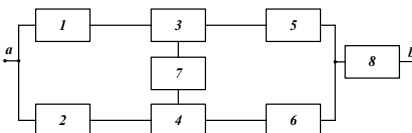

Рис. 7
18. Определить вероятность безотказной работы  $P_C(t)$  схемы, представленной на рис. 7 с использованием метода разложения относительно особого элемента. Элементы системы будем считать равнонадежными, т.е.  $p_1=p_2=\dots=p_8=0,9$ .